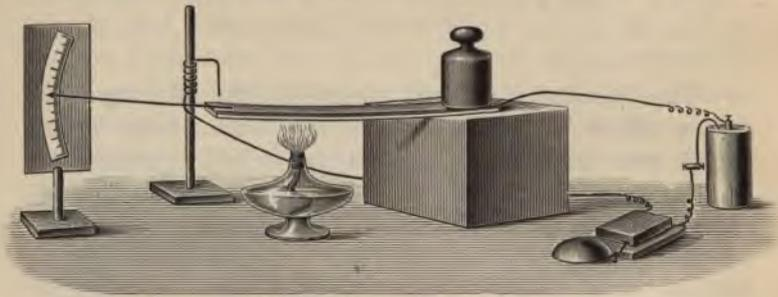

Fig. 50. Metallthermometer.
**Ein Thermometer aus Metall.** Man lötet einen 1 cm breiten und 30 cm langen Eisenblechstreifen und einen ebenso langen und breiten Messingblechstreifen der Länge nach aufeinander, indem man zuerst beide Streifen verzinnt, dann mit Zangen aufeinanderdrückt und erwärmt, bis das Lot schmilzt. Der Doppelstreifen krümmt sich beim Erkalten und wird mit einem Hämmerchen gerade gerichtet. Fig. 50 (a. f. S.) zeigt ihn zwischen einem Gewicht und einer Kiste eingeklemmt, über die er fast seiner ganzen Länge nach herausragt.
Ist der Streifen lang genug und befestigt man an seiner Spitze gar noch einen Zeiger, der auf einer Skala spielt, so kann man selbst die Schwankungen der Zimmertemperatur verfolgen und besitzt dann ein Instrument, das wohl den Namen eines Metallthermometers verdient (Fig. 50). Um es wirklich brauchbar zu machen, vergleicht man es mit einem guten Quecksilberthermometer und schreibt danach die Celsiusgrade auf die Skala. Dieses Verfahren nennt man eine Eichung.